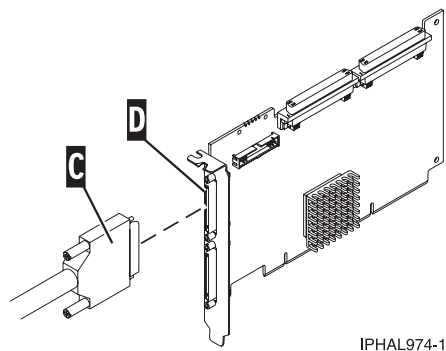

Figura 21. Cable SCSI a una targeta d'interfície SCSI
Connecteu l'altre extrem del cable SCSI (C) a l'adaptador SCSI (D) del servidor. Per obtenir més detalls, vegeu la Figura 21.